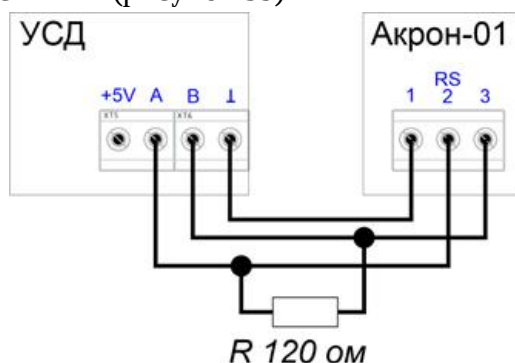

Рисунок 39 – Подключение УСД-GSM к прибору «Акрон-01»
7. Подключить УСД-GSM к прибору «Акрон-01» используя трёхпроводное подключение и резистор 120 Ом на конце линии (рисунок 39):